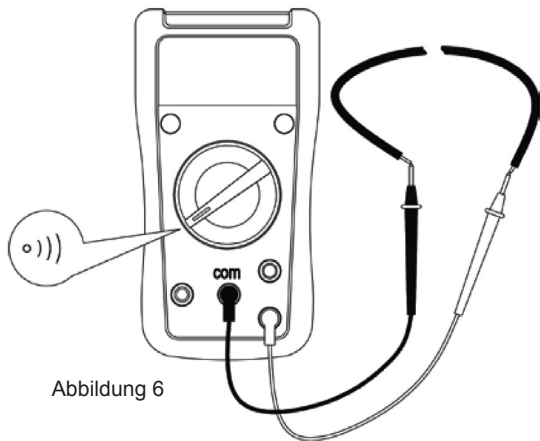

Abbildung 6
V. Durchgangsprüfung (siehe Abbildung 6)